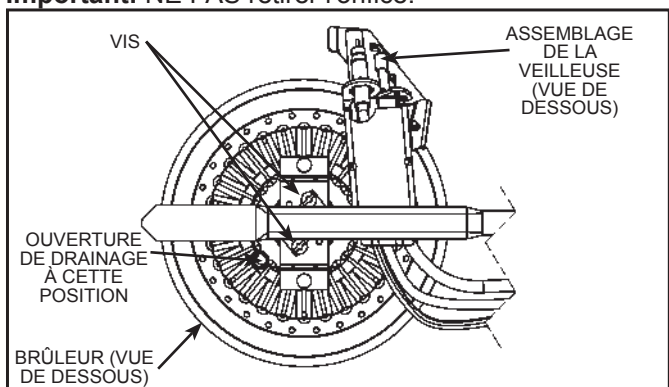

Figure 34
2. Inspectez le brûleur afin de vous assurer qu'il ne soit pas sale ou bloqué. Le brûleur peut être nettoyé avec de l'eau chaude savonneuse (voir Figure 34).
3. Lors du remplacement du brûleur, assurez-vous de positionner l'ouverture de drainage comme illustré à Figure 34.
2. Retirez le brûleur afin d'accéder à l'assemblage de la veilleuse/thermopile. Retirez et conservez les vis de fixation du brûleur au collecteur (voir Figure 34).